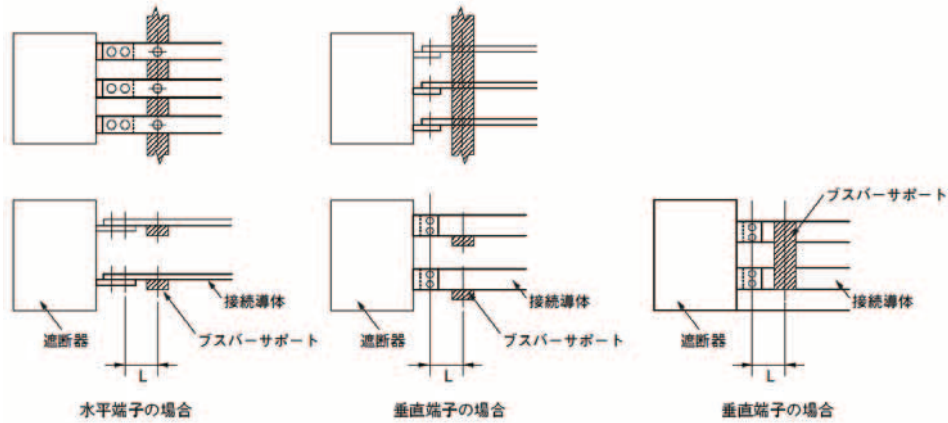

図2 ブスバーサポート取付け
- 接続導体は、ブスバーサポートなどによって、図2、表2に示すL寸法以下の位置で強固に支持して下さい。ブスバーサポートは、大電流通電時に発生する大きな電磁力に対し、接続導体や遮断器主回路端子の変形、破損を防ぎます。ブスバーサポートは良質な絶縁物を使用し、十分な絶縁距離を確保して下さい。